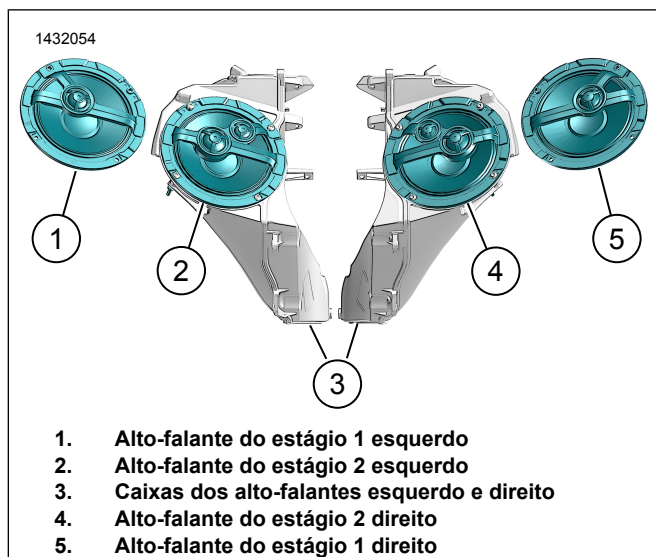

Figura 3. Orientação do alto-falante (típica)
- a. Veja a figura 3. Oriente o alto-falante na caixa.